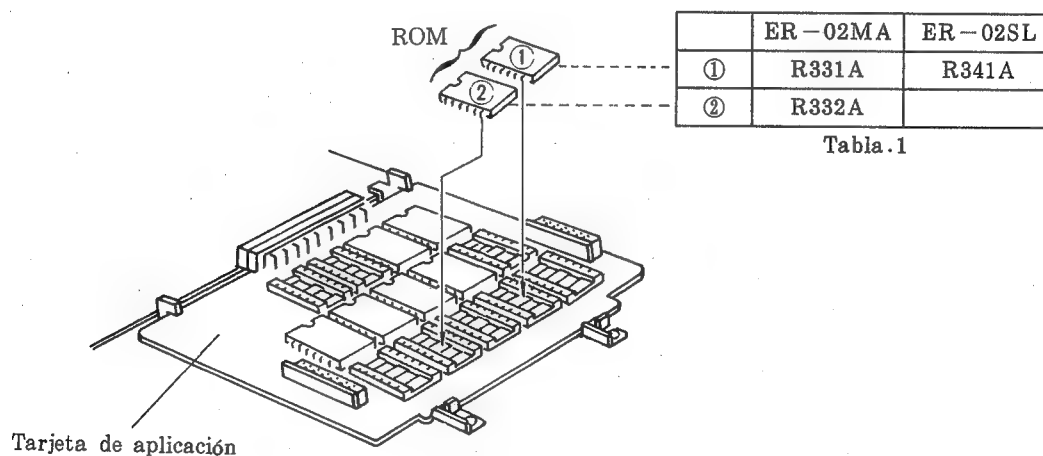

Figura 26
- (3) Conecte la ER-67MB3/MB4/MB5 al lado inferior de la tarjeta de aplicación. (Vea de la página 132 a la 136.)
- (4) Monte la ROM del ER-02MA/SL en la tarjeta de aplicación, tal como se muestra en la figura 26 y en la tabla 1.